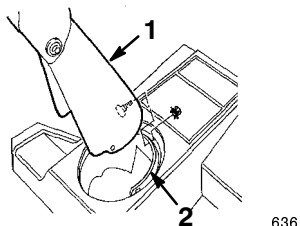

Bild 8
1. Positionieren Sie den Auswurf über den Auswurfring (Bild 8).
2. Fluchten Sie das Loch in der Rückseite des Auswurfkanals mit dem mittleren Loch im Ring aus (Bild 8).
3. Führen Sie eine Schlossschraube und eine Sicherungsmutter durch die mittleren Löcher ein, wobei die Sicherungsmutter außen sein muss (Bild 8).